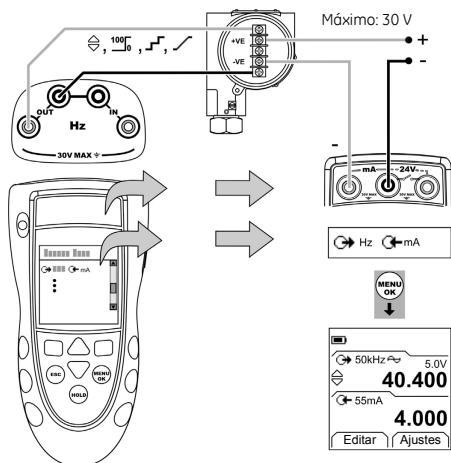

Figura 3: Ejemplo de configuración - Calibración de transmisores con alimentación de lazo externa
1. Conecte el instrumento (Figura 3/4) y, si es necesario, ajuste las opciones de Configurar (Tabla 1).